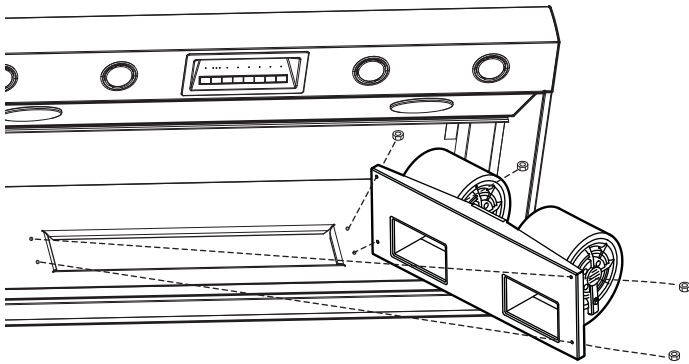

Figure 17 : Emplacements des goujons soudés
1. Le ventilateur est fixé à la hotte à l'aide des goujons soudés de la plaque de montage. La *Figure 17* montre les emplacements des goujons soudés.